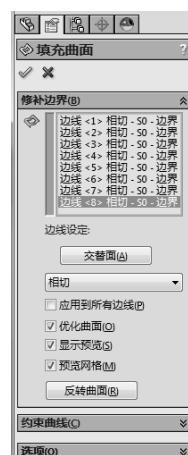

图 6-102 设置填充曲面属性
- 3] 设置填充曲面属性，在“修补边界”中选择“边线<1>”、“边线<2>”、“边线<3>”、“边线<4>”、“边线<5>”、“边线<6>”、“边线<7>”、“边线<8>”，曲率控制选择“相切”，复选“优化曲面”、“显示预览”、“预览网格”，如图 6-102 所示。